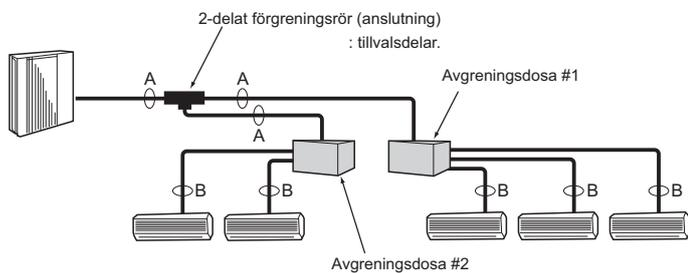

Fig. 5-3
5.4. Val av rörlängd (Fig. 5-3)